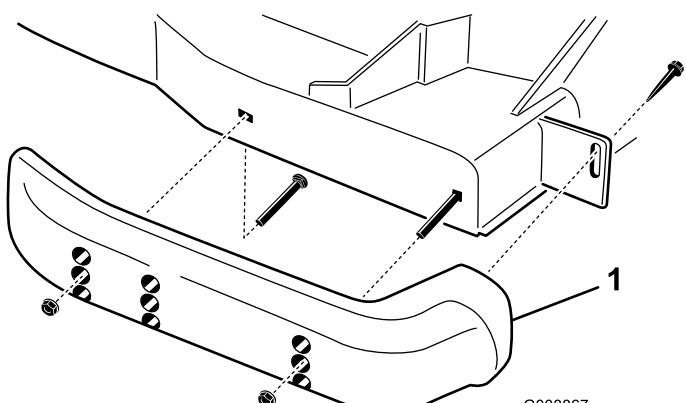

Figura 29
- Afloje el tornillo situado en la parte delantera de cada patín (Figura 29).
- Retire los pernos con arandela prensada y las tuercas de cada patín (Figura 29).